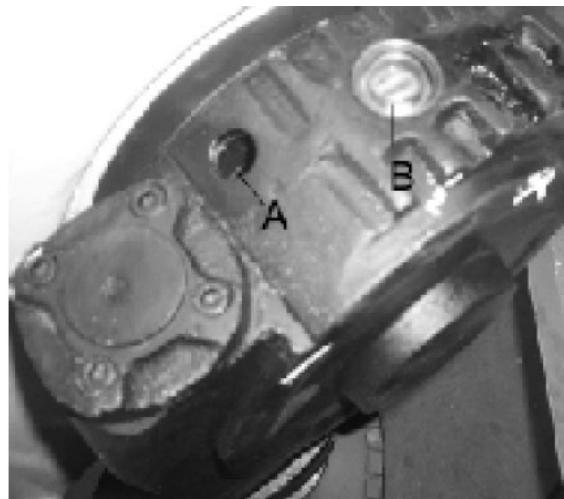

Рис. 25
6. Удалить гайку для доступа к маслозаливному отверстию (B) (рис. 25).
7. Залить масло в редуктор через маслозаливное отверстие (B) на 1/3 (см. по масломерительному уровню). Установить гайку для доступа к маслозаливному отверстию (B) на место.